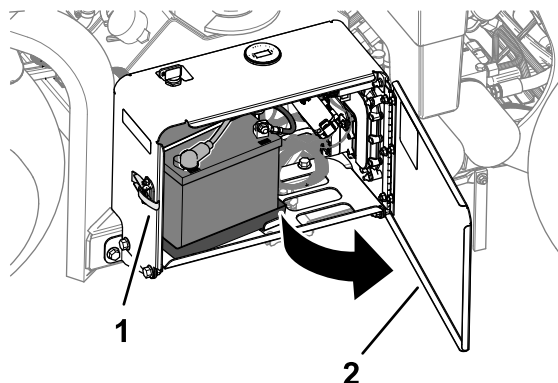

Figura 159
1. Destranque e abra a porta do compartimento da bateria (Figura 159).